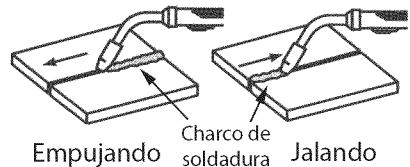

Figura 11. Dirección del desplazamiento
1. DIRECCIÓN DEL DESPLAZAMIENTO es la dirección en que se mueve la pistola con relación al charco de soldadura fundida. Se puede EMPUJAR la pistola (ver la Figura 11) hacia el charco o JALARLA alejándola del charco.